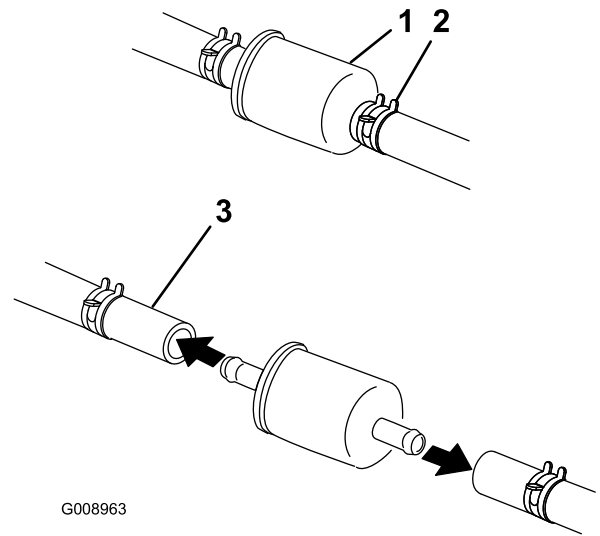

Figure 52
5. Pincez les extrémités des colliers et éloignez les colliers du filtre (Figure 52).